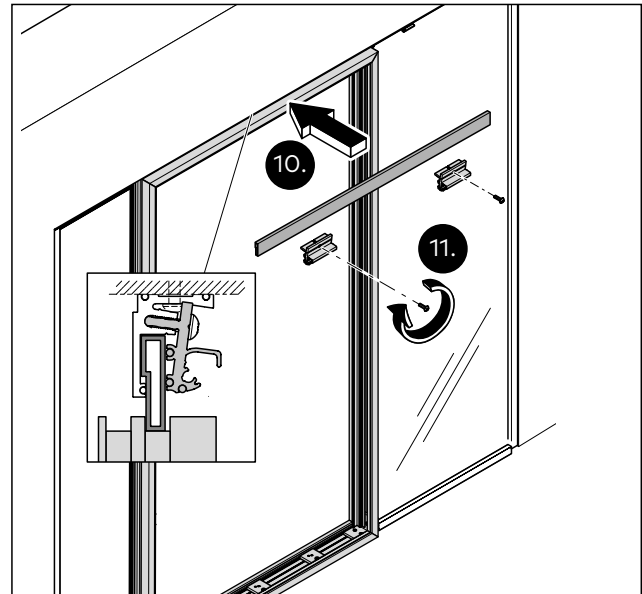

Abb. 25 Das Adapterprofil anbringen
10. Das Adapterprofil am Akustikelement und am Grundprofil vorfixieren (Abb. 25).